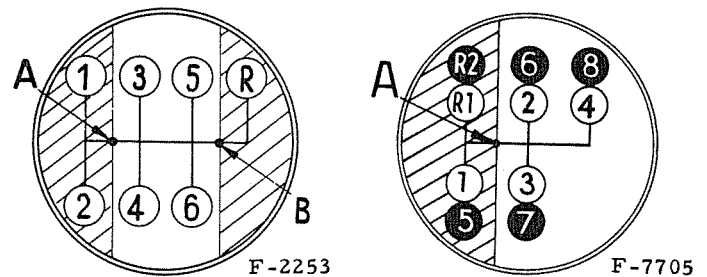

Fig. 11. — Diagramme des vitesses sur la boule du levier de changement de vitesse.
Amenez le levier du changement de vitesse (18) au point mort, voir diagramme des vitesses fig. 11.
Les divers rapports de la boîte de vitesses sont choisis d'après le diagramme de la boule du levier des vitesses, fig. 11. Pour passer en première, en cinquième ou en marche arrière, soulevez légèrement le levier au point "A" (gamme 8 vitesses). Même manœuvre pour passer en 1re ou 2e avec la gamme 6 vitesses. Pour la marche arrière, soulevez le levier en "B".
Le point mort est situé sur l'axe "A", fig. 11.